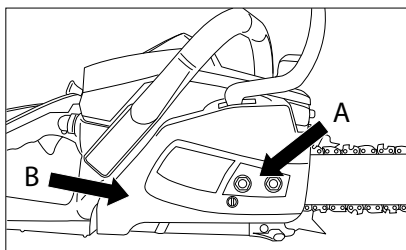

Fig. 5
3. Dévissez les deux écrous (A) qui fixent la guide-chaîne et le couvercle de protection. Retirez le couvercle de protection avec le protecteur de frein de chaîne (B) (fig. 5).